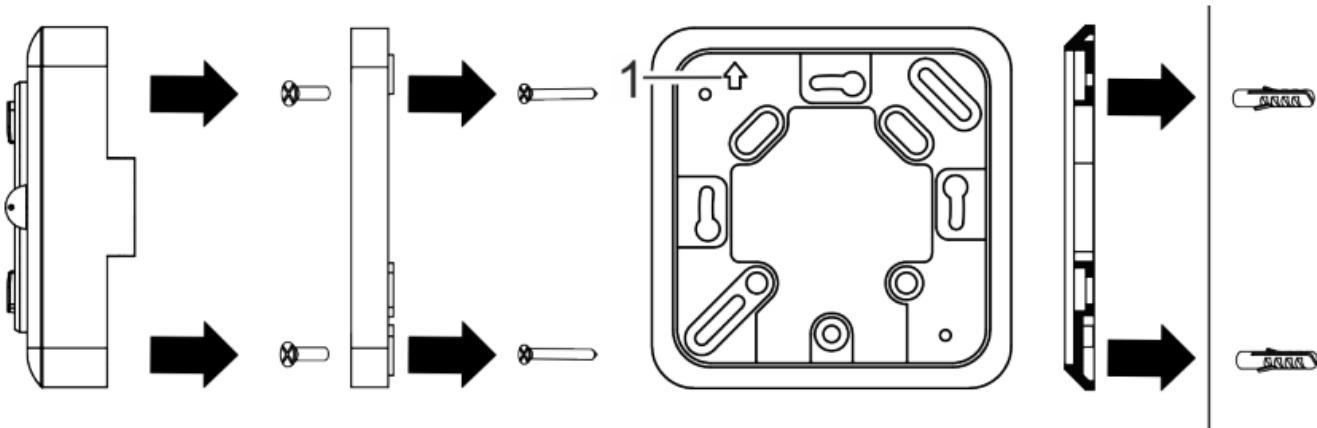

Fig. 6: Montage du socle du boîtier sur la plaque de montage
1. Monter la plaque de montage avec les vis (3,5 x 25 mm) sur la boîte encastrée (Fig. 6).
La flèche (Fig. 6/1) sur la plaque de montage doit pointer vers le haut.
- Monter le socle du boîtier de l'appareil sur la plaque de montage à l'aide des vis (3 x 6 mm) (Fig. 6).